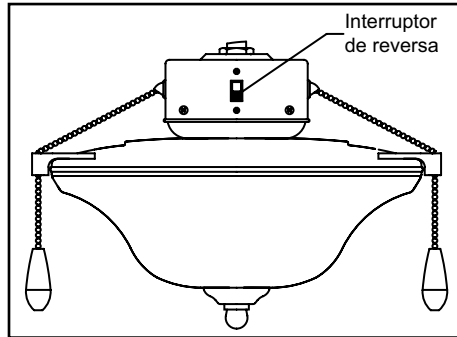

Figura 16
2. La mayoría de los problemas de oscilación del ventilador se deben a que las aspas no están a un mismo nivel. Verifica este nivel seleccionando un punto en el techo sobre la punta de una de las aspas. Mide desde un punto en el centro de cada aspa a un punto en el techo. Mide esta distancia como se muestra en la Figura 16. Rota el ventilador hasta que se posicione la siguiente aspa para su medición. Repite para cada aspa. Las mediciones deben estar dentro de 1/8". Enciende el ventilador por 10 minutos.
Clima fresco - (Reversa) Un flujo de aire hacia arriba mueve el aire cálido lejos del techo como se muestra en la Figura 16. Esto te permite fijar tu unidad de calefacción en una configuración más baja sin afectar tu comodidad.